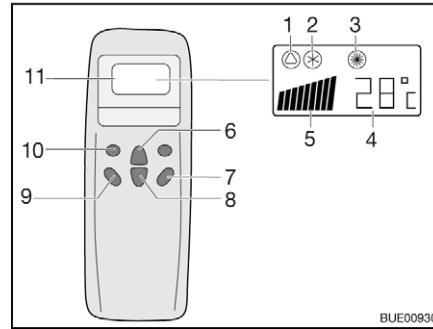
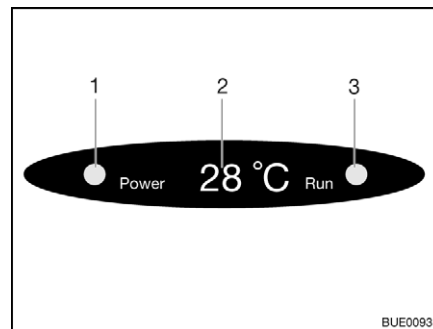

Fig. 216 Télécommande
Fig. 217 Affichage sur le diffuseur
- Appuyer sur la touche "ON/OFF" (Fig. 216,7).
- Appuyer sur la touche "Mode" (Fig. 216,10) autant de fois que nécessaire pour que le mode de fonctionnement souhaité (Fig. 216,1, 2 ou 3) s'affiche à l'écran. Le voyant de contrôle correspondant s'allume sur l'écran du diffuseur (Fig. 217,3).
- Régler la température souhaitée avec les touches d'augmentation de la température (Fig. 216,6) ou de diminution de la température (Fig. 216,8).
- Sélectionner le niveau de ventilation souhaité à l'aide de la touche de vitesse du ventilateur (Fig. 216,9).